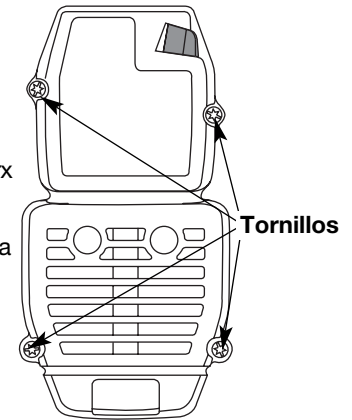

Fig. 14
1. Saque los cuatro (4) tornillos que sostienen la cubierta del silenciador / filtro de aire (Fig. 14). Use un destornillador de vástago plano o de broca Torx N° T20.
2. Inserte los cuatro (4) tornillos en los orificios de la cubierta del silenciador / filtro de aire (Fig. 14) y ajústelos. No los ajuste demasiado.
9. Reinstale la tapa del filtro de aire / silenciador (Fig. 14).